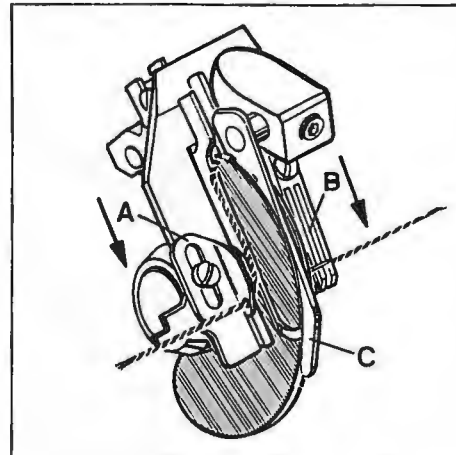

Fig.30
Moving eyelet (A, Fig. 30) and comb (B) in direction of the arrows to the front increases the amount of looper thread in the system, moving to the rear decreases the amount of thread in system.
The retaining finger (C, Fig. 30) controls the looper thread after "cast-off", it prevents the looper thread from being wiped under the blade of the looper, when the looper moves from the right to the left. Set the finger (C) accordingly and make sure that it centers exactly between the take-up discs.
Durch Verschieben der Fadenführung (A, Fig. 30) und des Kammes (B) in Pfeilrichtung nach vorne wird mehr, durch Verschieben nach hinten wird weniger Greiferfaden abgezogen.
Der Abstreiffinger (C, Fig. 30) kontrolliert den Greiferfaden nach dem "Abspringen", er verhindert, daß der Greiferfaden unter die Greiferklinge gezogen wird, wenn sich der Greifer von rechts nach links bewegt. Stellen Sie den Finger (C) entsprechend und beachten Sie, daß er genau mittig zwischen den Aufnehmerscheiben steht.